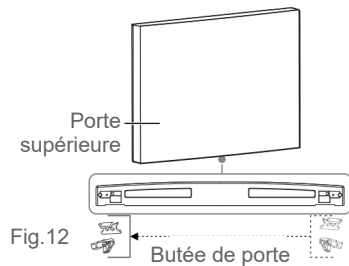

Fig.12
13. Sur la porte supérieure, retirez la butée après avoir desserré sa vis en bas à droite, puis fixez la butée en bas à gauche à l'aide de la vis (→ Fig. 12).